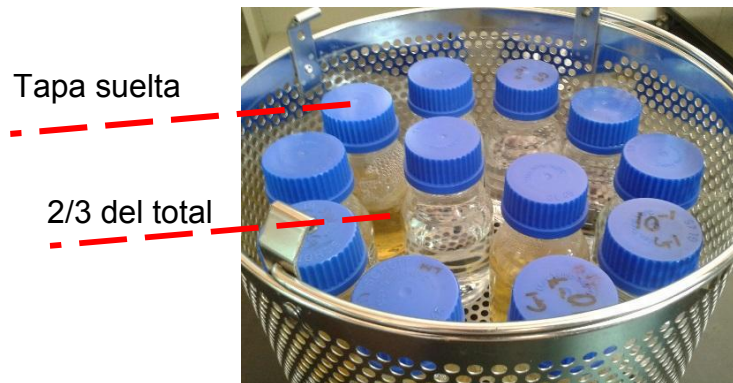

Figura 24
3. Instale la empaquetadura con el marco de empaquetadura de puerta, la placa de la empaquetadura de la puerta dentro de la ranura de la puerta. Presione la empaquetadura en la ranura de la puerta de forma uniforme según se indica en la Figura 24. Tome el extremo grueso de la empaquetadura de silicona de la puerta en dirección de la instalación mientras presiona la empaquetadura en la ranura. Consulte la Figura 25 para la dirección correcta.